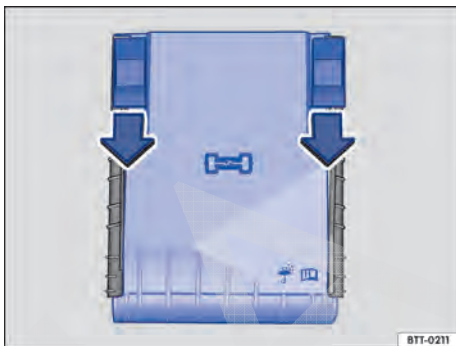

Fig. 244 No compartimento do motor: cobertura da caixa de fusíveis.
- Empurrar os botões de travamento para frente no sentido da seta para destravar a cobertura da caixa de fusíveis ⇒ Fig. 244.